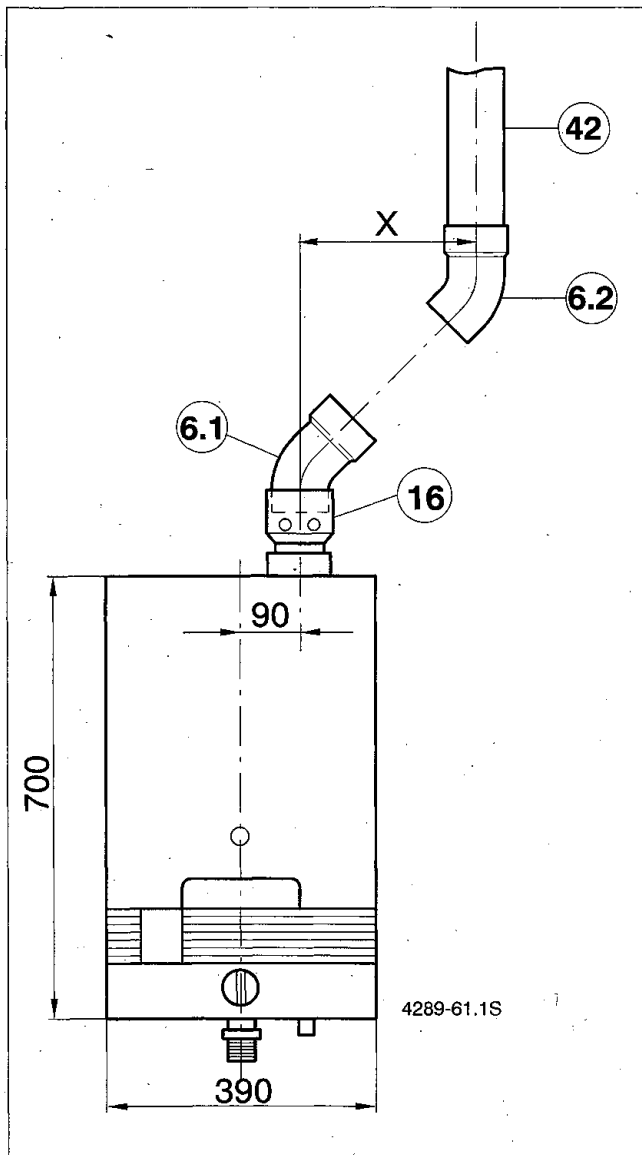

Bild 72
- Ermitteln Sie das Abstandsmaß „X“ (Bild 72).
Legende Bild 72 und 73: